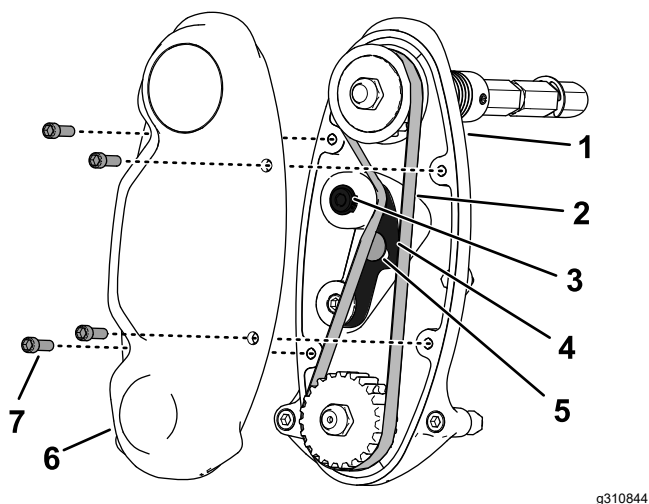

Bild 17
1. Entfernen Sie die Riemenabdeckung, um den Riemen freizulegen (**Bild 17**).
2. Lösen Sie die Schraube des Spannarms und drehen Sie den Spannarm (Bild 17), um die Spannung auf dem Riemen zu lösen.
3. Nehmen Sie den Riemen ab (Bild 17).
6. Montieren Sie den Riemen und spannen Sie den Riemen, indem Sie die Innensechskantschraube auf ein Drehmoment von 6 bis 7 N·m einstellen, wie in Bild 17 dargestellt.